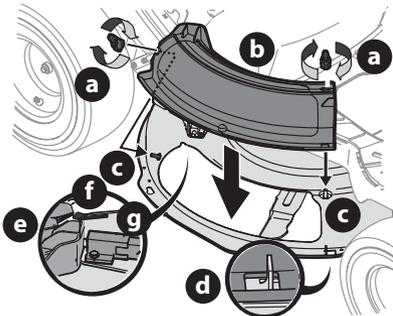

Figure 9
1. Retirez les écrous papillon du plateau de coupe et conservez-les pour utilisation ultérieure (Figure 9).
2. Installez le bouchon de déchetage (b) sur l'orifice d'évacuation du plateau de coupe. L'arrière du bouchon de déchetage (b) doit être glissé sous la languette (f) du support arrière gauche (g). Introduisez les goujons (c) sur la surface du plateau de coupe dans les trous sur la partie supérieure du bouchon de déchetage (b). Introduisez la petite encoche sur le rebord du plateau dans le trou carré sur la partie inférieure du bouchon de déchetage (b) (Figure 9).
IMPORTANT! Assurez-vous que la partie supérieure arrière du bouchon de déchetage s'appuie contre l'interrupteur de sécurité situé sur la surface du plateau de coupe et sous la languette (f) du support arrière gauche (g). Le moteur ne démarrera pas si le bouchon de déchetage n'est pas bien installé (Figure 9).
3. Fixez le bouchon de déchetage (b) en serrant les boutons à oreilles (a) retirés plus tôt (Figure 9).